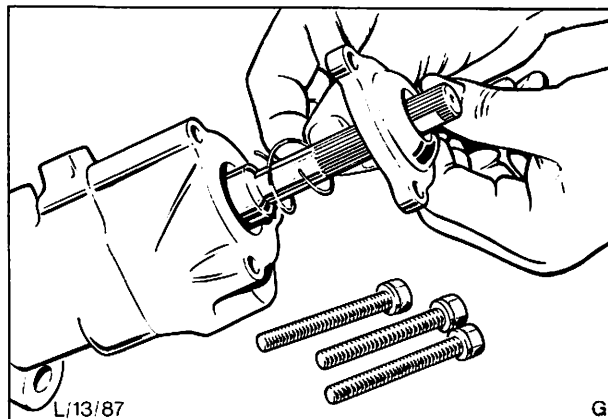

Abb. 40 Wiedereinbau der Vorspannungsfeder und des Gehäusedeckels
38. Steuergehäuse, Vorspannungsfeder und Steuergehäusedeckel mit zugeordneten Teilen montieren, Abb. 40.